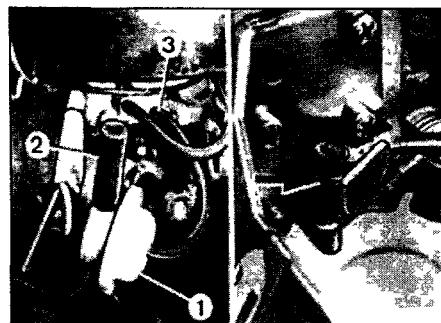

Рис. 5.68 Проверка воздушного клапана "брос газа"
- 68 Отсоедините шланг от корпуса воздушного фильтра к клапану (рис. 5.68).